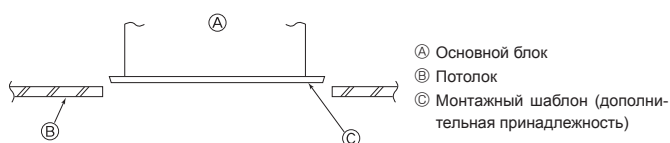

Fig. 2-7
2.6. Подтверждение положения основного блока и затягивание подвесных болтов (Fig. 2-7)